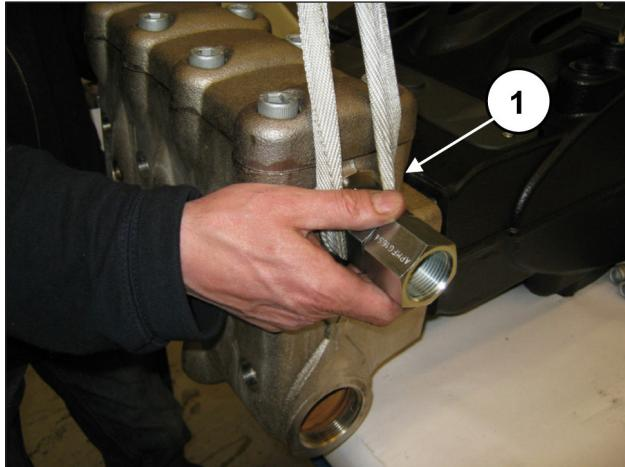
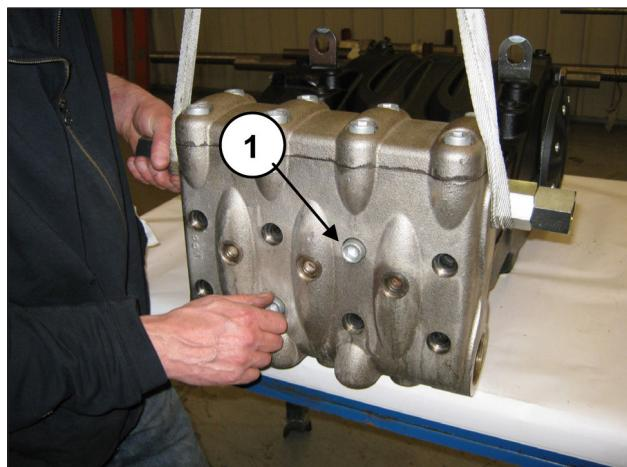

Fig. 131
Fig. 132
Monte o cabeçote no cárter da bomba (pos. ①, Fig. 131) prestando atenção para não bater nos pistões e aperte os 8 parafusos M16x180 (pos. ①, Fig. 132).